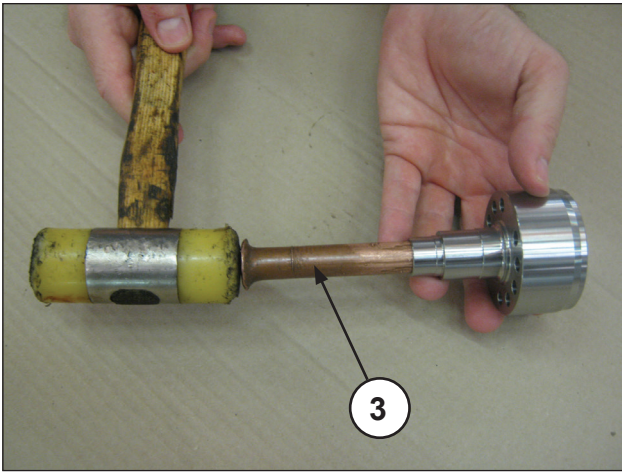
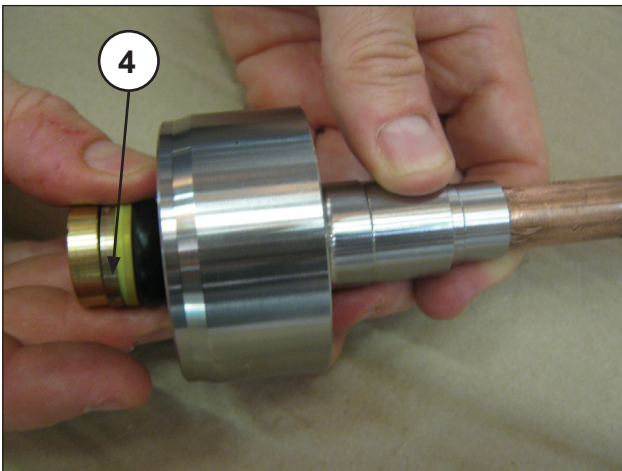
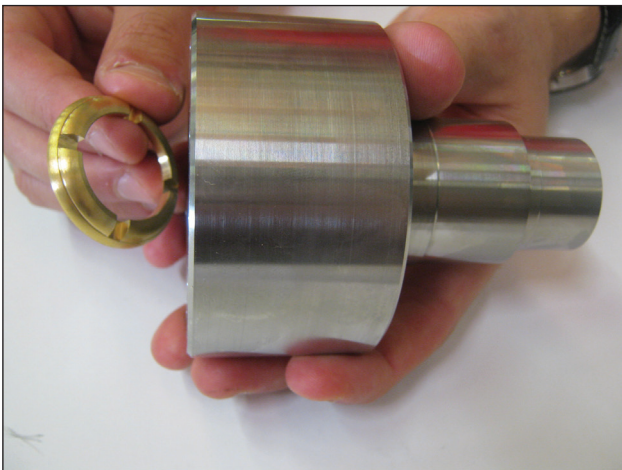

Abb. 116
Abb. 117
Abb. 118
- Mit abgetrenntem HD-Dichtungshalter und mit einem passenden Dorn (Pos. ③ Abb. 116) ziehen Sie den HD-Dichtungssatz (Hochdruck) (Pos. ④ Abb. 117) heraus und entnehmen schließlich die Kopfdichtung (Abb. 118).
Bei jedem Ausbau muss der HD-Dichtungssatz (Abb. 117, Pos. ④) ausgetauscht werden.